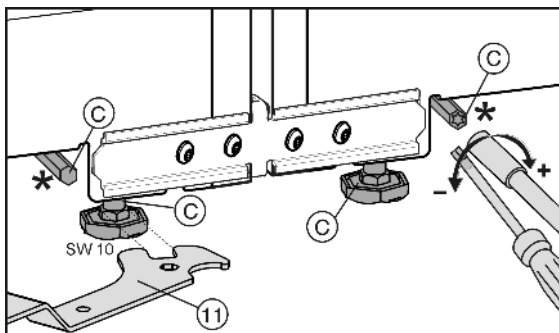

Fig. 8
Передние установочные ножки можно отрегулировать с помощью вильчатого ключа Fig. 8 (11) из комплекта поставки, задние установочные ножки* — с помощью отвертки Torx® 25.